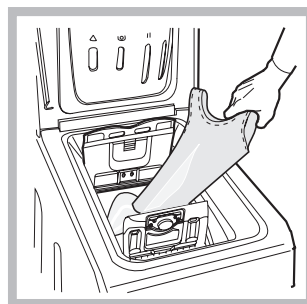

Fig. 3
C) Introduisez le linge (Fig. 3).